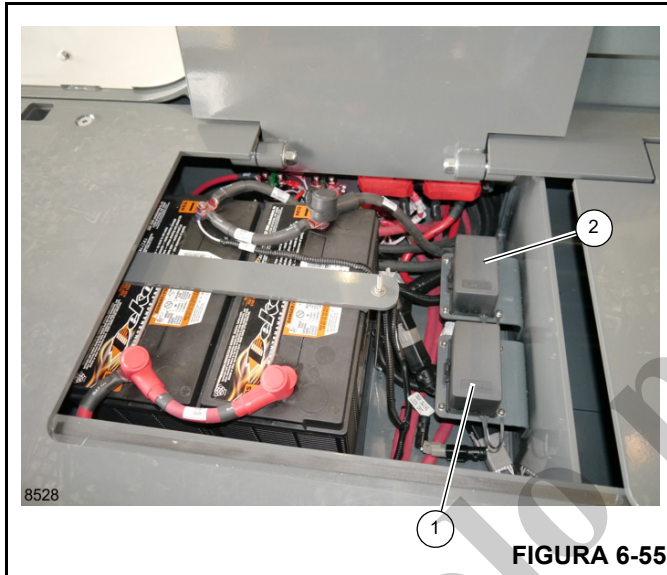

FIGURA 6-55
Hay dos tableros de fusibles en el compartimiento de baterías; el bloque de fusibles 3 (1, Figura 6-55) y el bloque de fusibles 4 (2). Consulte la Tabla 6-1 y la Tabla 6-2 para la identificación de los fusibles.